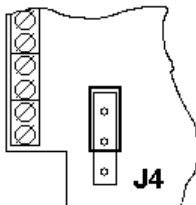

Рисунок 7
- при подключении **сирены со встроенным аккумулятором** – вверх (рисунок 7).